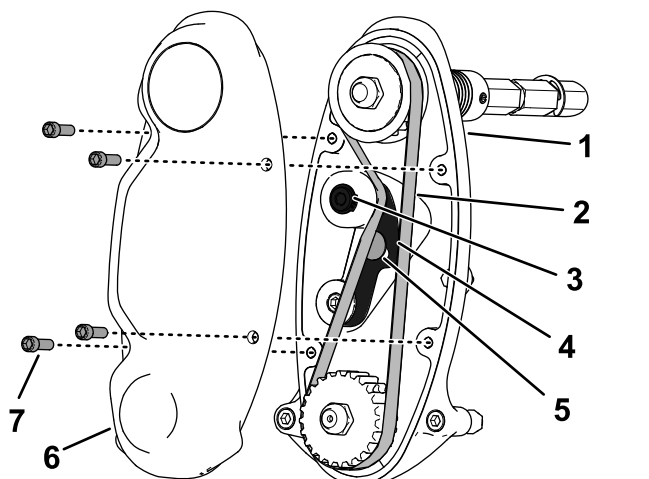

Рисунок 15
3. Используйте динамометрический ключ штангового типа, чтобы приложить усилие 6–7 Н·м к внутреннему винту рычага верхнего натяжного ролика (Рисунок 15).